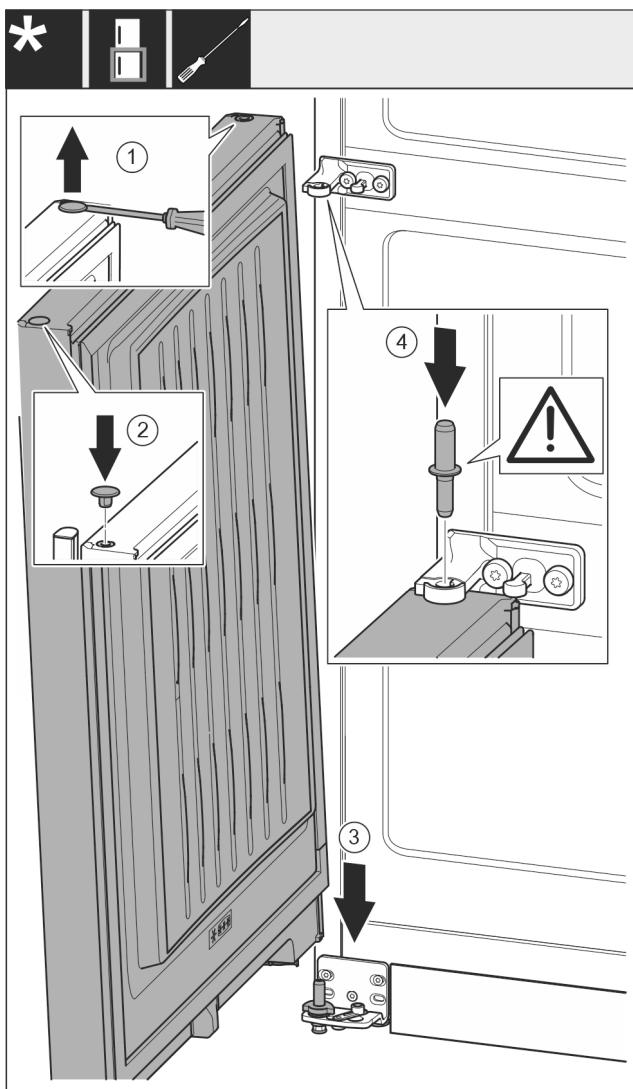

Fig. 19
- Ngrini lart me kujdes tapat me një kaçavidë me kokë petë dhe nxirrini jashtë. Fig. 19 (1)
- Vendosni sërish tapat në anën tjeter të derës. Fig. 19 (2)
- Futni derën nga lart mbi kunjin e kapjes nga poshtë. Fig. 19 (3)
- Futni në derën poshtë kunjin e kapjes në mes duke e kaluar përmes bazamentit mbështetës në mes. Këtu bëni kujdes që gungat e kapjes të jetë të kthyera nga poshtë. Fig. 19 (4)